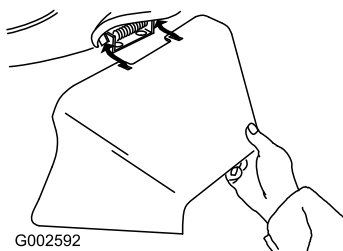

Figure 39
3. Montez l'éjecteur latéral et rabattez le volet sur l'éjecteur (Figure 39).